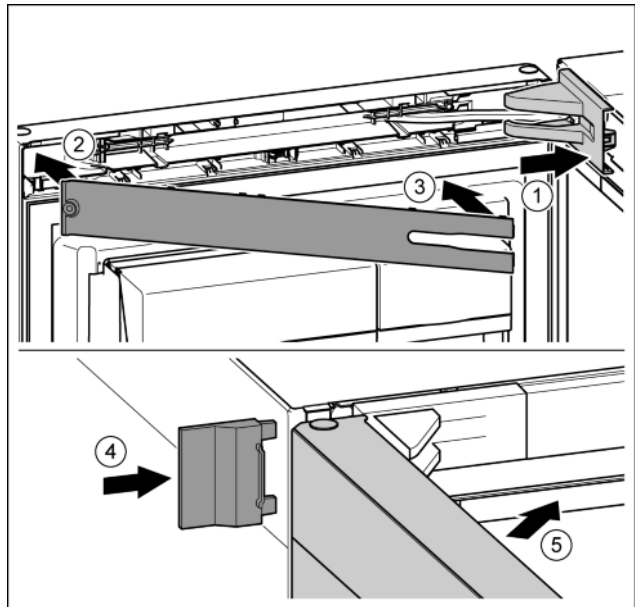

Fig. 27
- ▶ Крышку опорного кронштейна установить и зафиксировать, при необходимости, осторожно разжать. Fig. 27 (1)
- ▶ Установить накладку. Fig. 27 (2)
- ▶ Наклонить и защелкнуть накладку. Fig. 27 (3)
- ▶ Надвинуть внешнюю крышку. Fig. 27 (4)
- ▶ Закрыть верхнюю дверь. Fig. 27 (5)